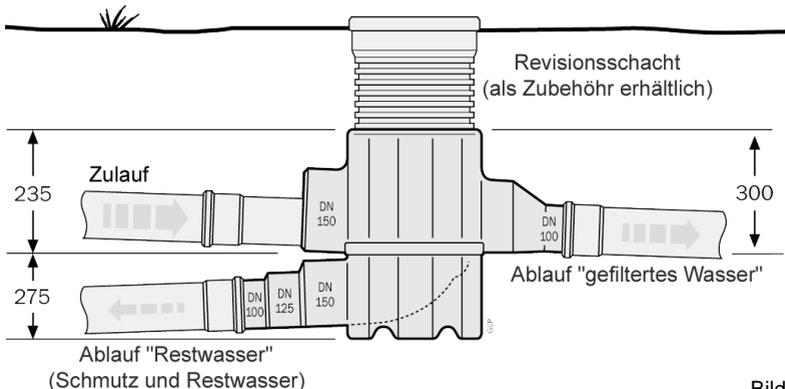

Bild 3
**i** Die Einbau- und Anschlussmaße entnehmen Sie bitte aus Bild 3, sowie den Angaben in den technischen Daten (siehe Kapitel 3.2). Stellen Sie anhand dieser Angaben eine Baugrube her, die zur Aufnahme des Inline-Filters und einer Sauberkeitsschicht ausreicht. Ein möglicher Einbau eines Revisionsschachtes ist zusätzlich zu berücksichtigen. Bei einer Neuplanung beachten Sie bitte die notwendigen Verlegetiefen für ankommende und abgehende Rohrleitungen.
Die Positionen der entsprechenden Anschlüsse entnehmen Sie bitte aus Kapitel 1.7, Bild 3.